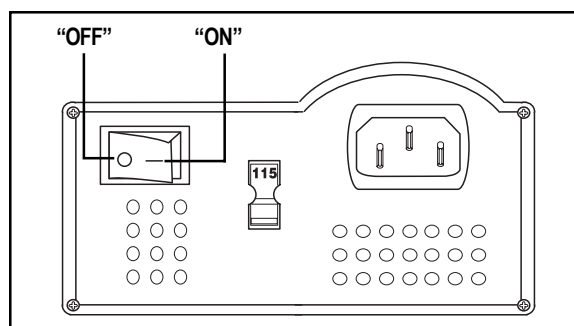

Figure 8B. Bouton d’allumage du chargeur
5. Assurez vous que le chargeur à batteries est éteint “position off”. Voir la figure 8B.
7. Allumez le chargeur. Voir la figure 8B. Il est recommandé de charger vos batteries pendant 8 à 14 heures.